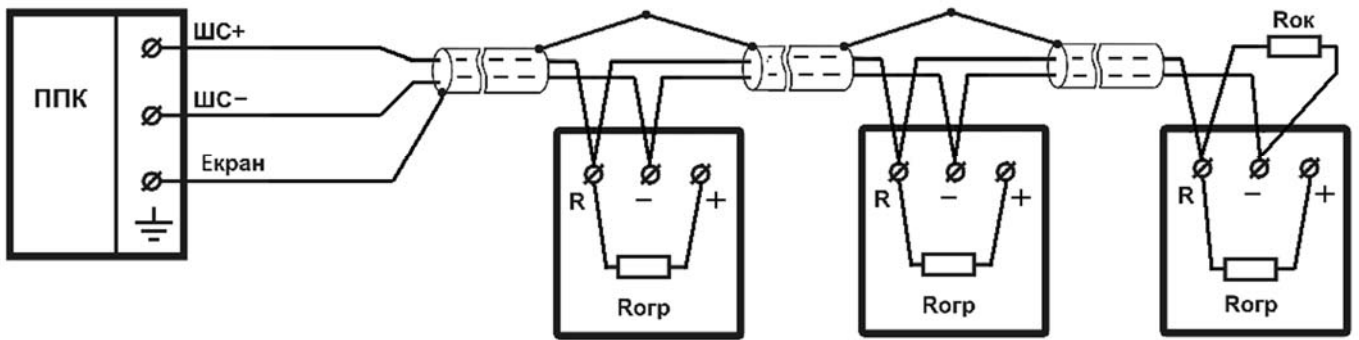
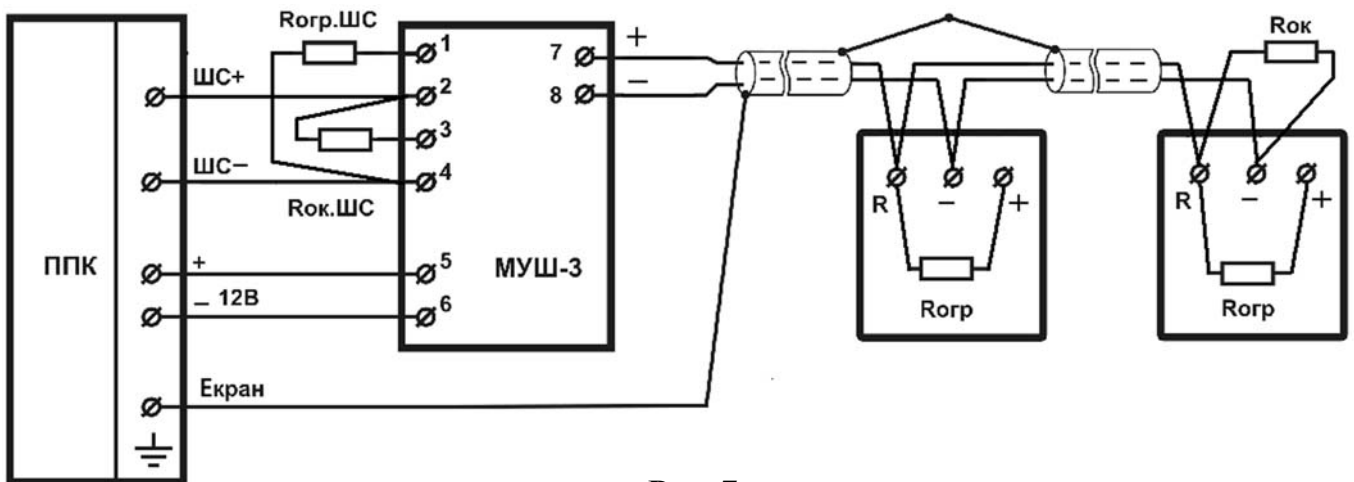

Рис. 3
Рис. 7
6.4 Підключити ШС до сповіщувача згідно рис. 3 - рис. 7. Затягнути гвинти. Перевірити надійність з'єднання. Закрити кришку сповіщувача, поєднавши мітки на базі і на кришці. Провернути кришку щодо бази, за ходом годинникової стрілки до упору.
6.6 Схема підключення сповіщувача до ППК з чотирьох провідних ШС показана на рис. 5 - рис. 7. Модуль узгодження шлейфів МУШ-2 формує сигнал «ТРИВОГА» зменшенням струму або розривом ланцюга сигнальної лінії чотирьох шлейфів, а модуль узгодження шлейфів МУШ-3 збільшенням струму в ланцюзі сигнальної лінії чотирьох шлейфів.